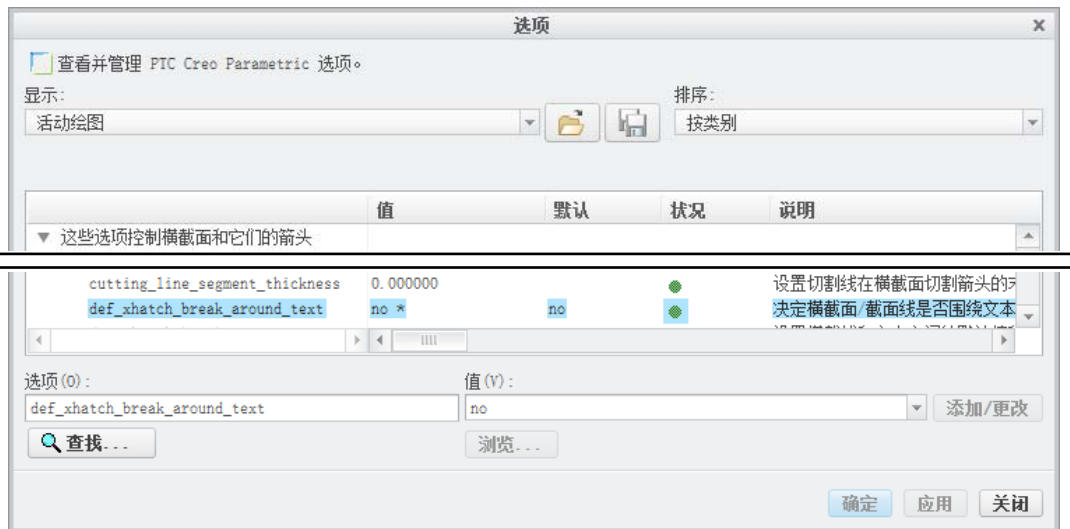

图 5.2.83 “选项”对话框
Step3. 在“绘图属性”对话框中单击 **详细信息选项** 区域的 **更改** 单选项, 系统弹出图 5.2.83 所示的“选项”对话框, 在“选项”对话框左侧的配置文件列表中找到配置文件“def_xhatch_break_around_text”并单击, 单击图 5.2.83 所示的 **值(V):** 文本框右侧的 , 在弹出的选项中选择 **yes** 选项, 单击 **添加/更改** 按钮。